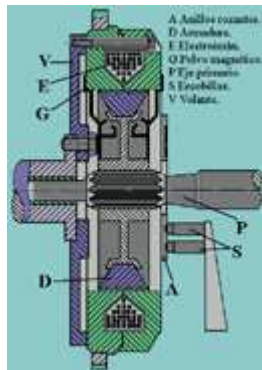

Fig. 25
- **Embrague electromagnético (fig. 25)**